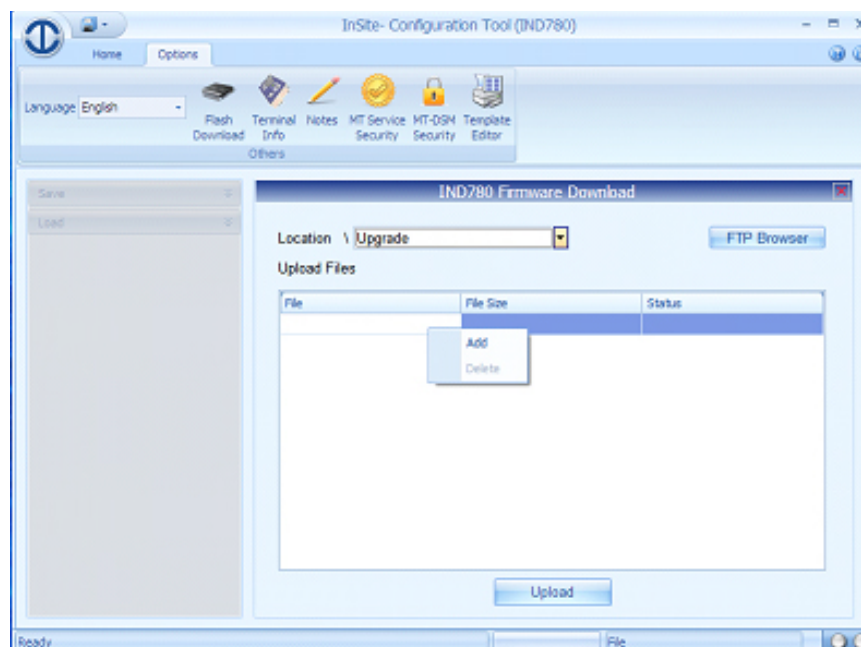

Figura 3-1: Tela de Seleção de Arquivo de Atualização de Firmware InSite
3. Acesse Options | Flash Download ou clique no ícone Flash Download . Da janela Firmware Download (Figura 3-1), selecione os arquivos a copiar na pasta de Atualização do IND780. Consulte a documentação InSite ou ajuste o sistema para detalhes sobre a execução desta etapa.